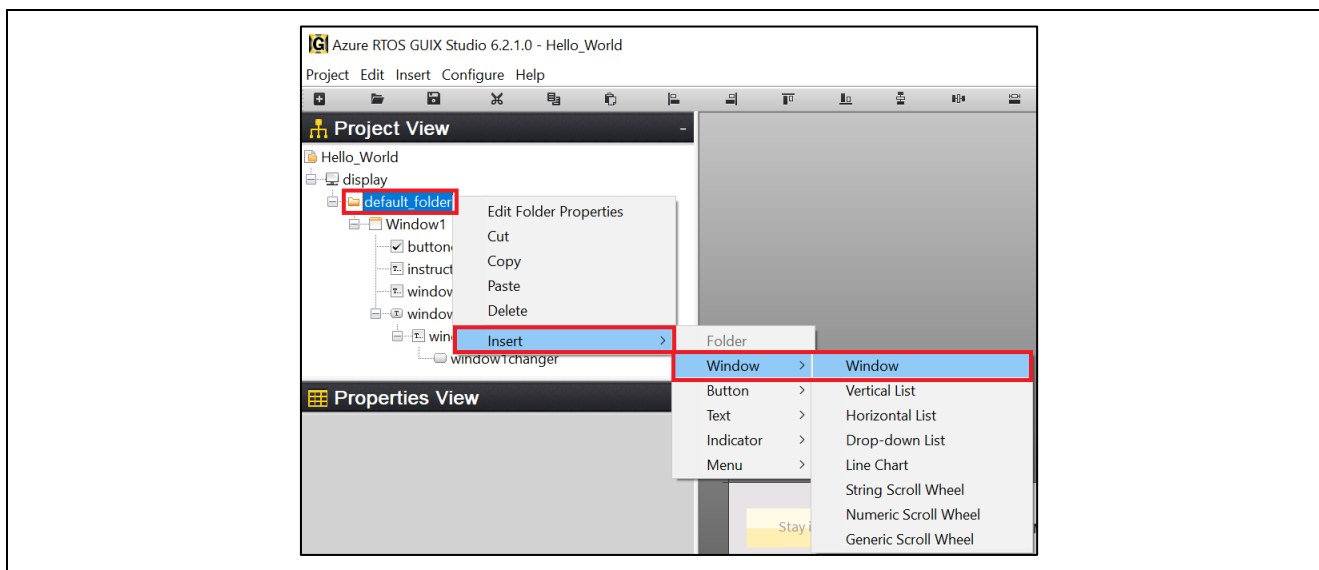

図 60. Window2 の挿入
23. 図 60 のように、default_folder を右クリックし、Window2 を挿入します。(Insert > Window > Window)